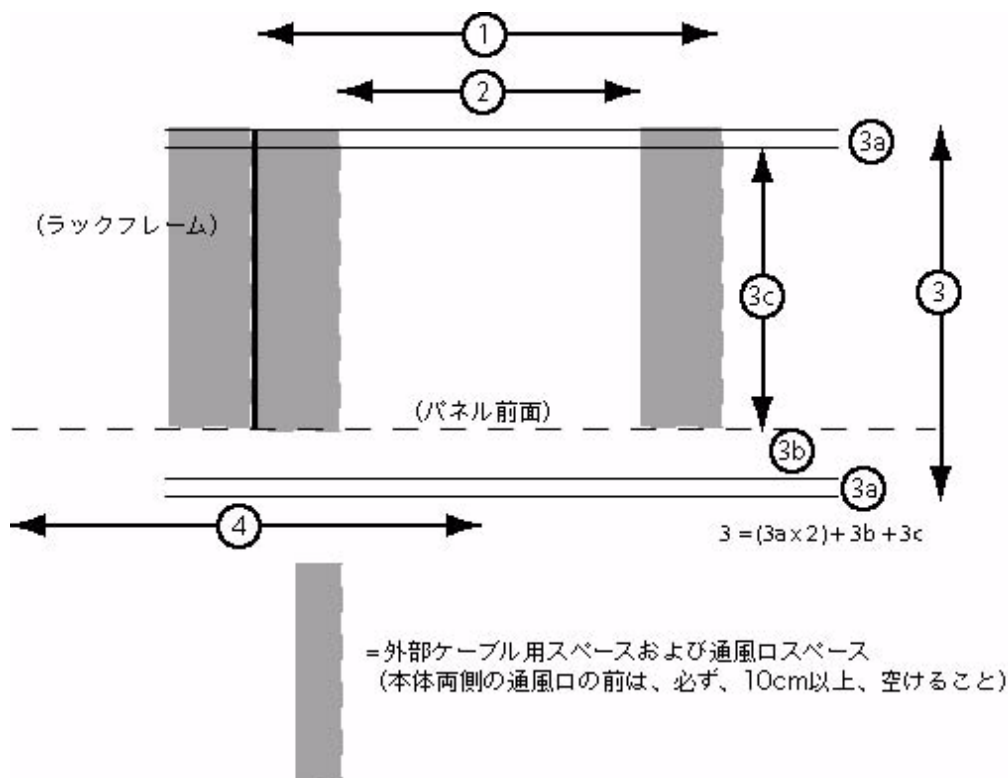

図 1-3 ラック設置時のスペース必要条件 (上から見た図)(表 1-2、表 1-3 参照)
設置スペース	設置スペースについては以下の値と図 1-3 を参照してください。 ① マウント用の横幅の最低値：500 mm。 ② マウント用フランジの間隔：442 mm ③ 全体の奥行き：300 mm: ③a ラックのドアやカバー：10 mm（前面および背面） ③b パネルより前部：41 mm ③c パネルより背部：241 mm ④ ラックの間隔（それぞれのシャーンシの中心の間隔）：650 mm
設置スペース	設置スペースについては以下の値と図 1-3 を参照してください。 ① マウント用の横幅の最低値：500 mm。 ② マウント用フランジの間隔：442 mm(完全になにもないこと) ③ 全体の奥行き：605 mm: ③a ラックのドアやカバー：10 mm（前面および背面） ③b パネルより前部：41 mm ③c パネルより背部：545 mm ^a ④ ラックの間隔（それぞれのシャーンシの中心の間隔）：650 mm